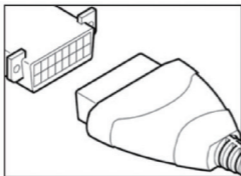

Figura 3.1.3
3. Collegare correttamente lo strumento di scansione al DLC (Vedi Figura 3.1.3). Il connettore del cavo è a chiave e si inserisce solo in un modo.